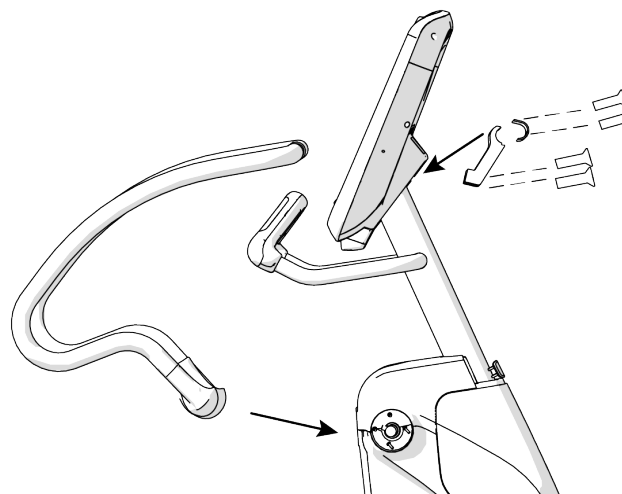

Рисунок 13
2. Вставьте два винта Plastite **4** в верхнюю часть экрана (см. рисунок 13).